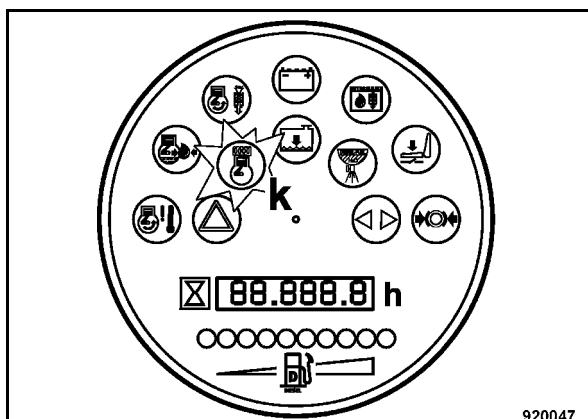

Fig. 43
- La spia di controllo per Preriscaldamento k (Fig. 43) nello strumento combinato si accende per ca. 6 secondi.